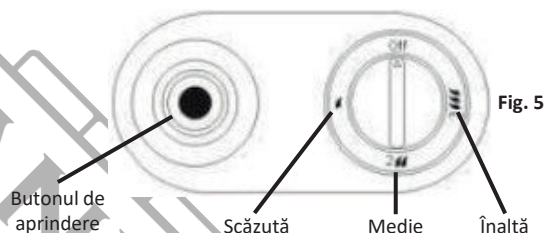

Fig. 5
Butonul de control al gazului (Fig. 5)
Buton de aprindere piezoelectric (Fig. 5)
2. Deschideți butelia de gaz prin rotirea robinetului buteliei de gaz spre stânga. Rotiți butonul de control al gazului de pe încălzitor în poziția "Scăzută" (fig. 5).
4. În timp ce țineți apăsat butonul de comandă, apăsați de 2 sau 3 ori butonul de aprindere piezoelectric (fig. 5). De fiecare dată când apăsați butonul de aprindere piezoelectric, veți auzi un clic, precum și veți vedea o scânteie pe arzătorul pilot.
1. Rotiți butonul de control al gazului în poziția "Scăzută" (fig. 5) și închideți supapa buteliei de gaz prin rotirea butonului de pe butelia de gaz spre dreapta.